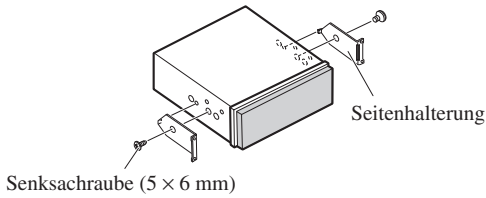

Abb. 10
2. Bringen Sie die Seitenhalterungen an. (Abb. 10)